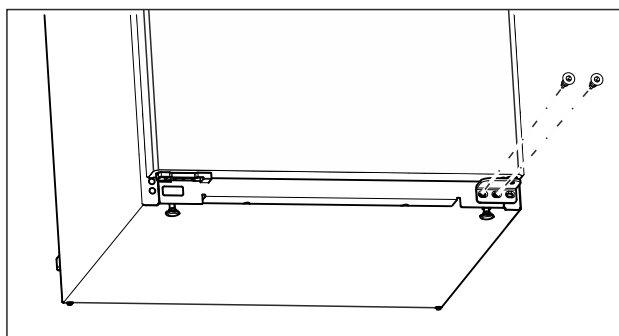

Fig. 14
- ▶ Keerake alumisel laagripukil keskmine kruvi Torx 20 kruvi-keerajaga välja. (vt. Fig. 14)
- ▶ Keerake alumisel laagripukil sisemine kruvi Torx 20 kruvi-keerajaga välja. (vt. Fig. 14)